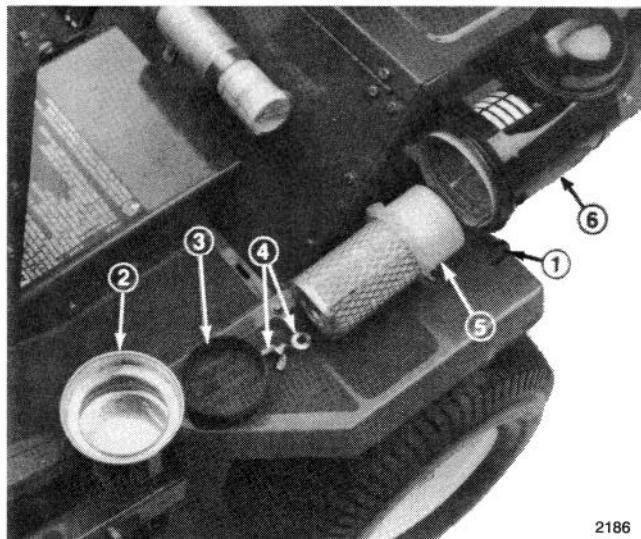

Figure 10
2. Desserrer la vis à ailettes jusqu'à ce que le collecteur de poussière et la chicane puissent être retirés. Séparer le collecteur de poussière et la chicane (Fig. 10).
3. Vider la poussière du collecteur. Nettoyer le collecteur de poussière et la chicane, puis les remonter en plaçant le HAUT du collecteur vers le haut (Fig. 10).